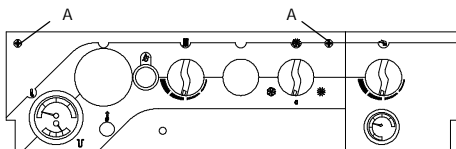

fig. 5.1
- 2 Togliere le due viti "A" (fig. 5.1) e ribaltare il pannello comandi in avanti.